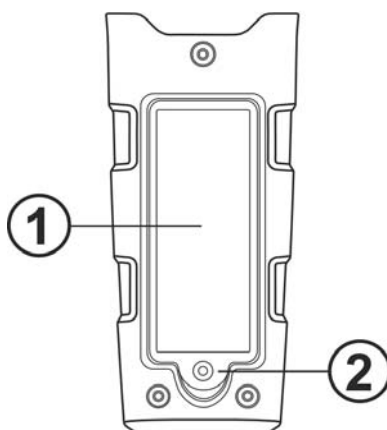

Fig. 5: Sustitución pilas
2. Desatornille el tornillo de fijación (ver la Fig. 5 – parte 2) de la tapa del hueco de las pilas (vea la Fig. 5 – parte 1), y extraiga las pilas